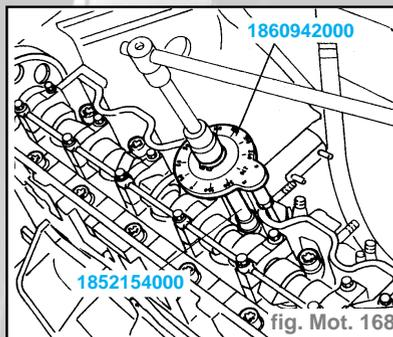

fig. Mot. 168
- Effectuer le serrage angulaire de **270°** en trois passes distinctes (**90°+90°+90°**) à l'aide de la clé **1852154000** appliquée à l'outil **1860942000** (fig. Mot. 168).